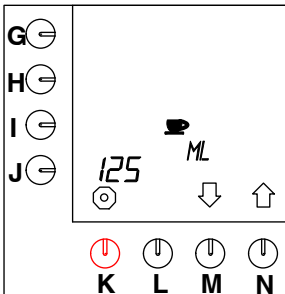

Fig. 24 Innhold pr. kopp
- Trykk på valgtasten (N.)↑ inntil fig.24 vises på displayet.